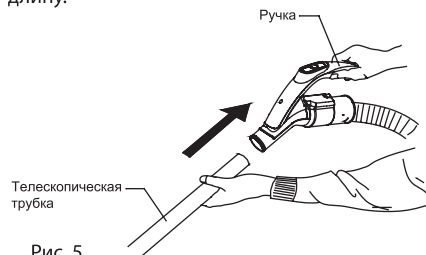

Рис. 5
2. Подсоедините телескопическую трубку к ручке гибкого шланга (Рис. 5). Для удлинения трубки нажмите кнопку фиксации на трубке и выдвиньте внутреннюю трубку на необходимую длину.